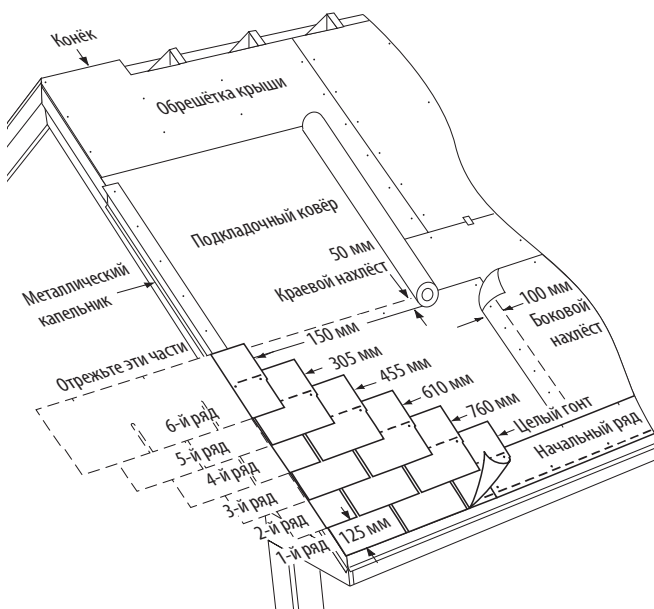

Рис. 10-8. Укладка первых 6 рядов на крышу со стандартным уклоном.
1-й РЯД: Уложите целый гонт в левом нижнем углу крыши. Разместите язычки вровень с краями гонтов начального ряда. Таким образом герметик на полосовых гонтах начального ряда пристанет к язычкам гонтов первого ряда и позволит им не задираться при сильном ветре (Рис. 10-8).
1. Отрежьте 15 см от левой стороны гонта и уложите этот кусок длиной 76 см над гонтом первого ряда и поверх него, на одной линии с левым краем начального ряда. Оставьте 12,7 см язычки гонта первого ряда открытыми (Рис. 10-8).
2. Отрежьте 30,5 см от первого гонта третьего ряда, 45,7 см от первого гонта четвертого ряда, 61 см от первого гонта пятого ряда и 76,2 см от первого гонта шестого ряда. Уложите каждый гонт левым краем в одну линию с предыдущим рядом (Рис. 10-8).